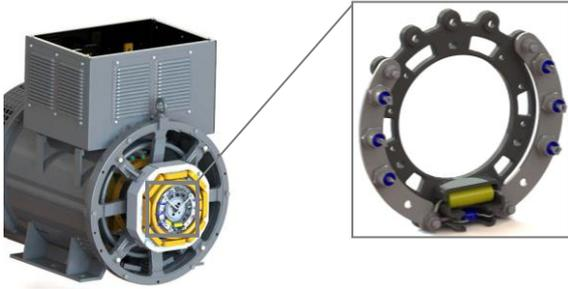

Figura 14.19: Rueda de diodos
2. Remover la rueda de diodos, conforme la Figura 14.19.